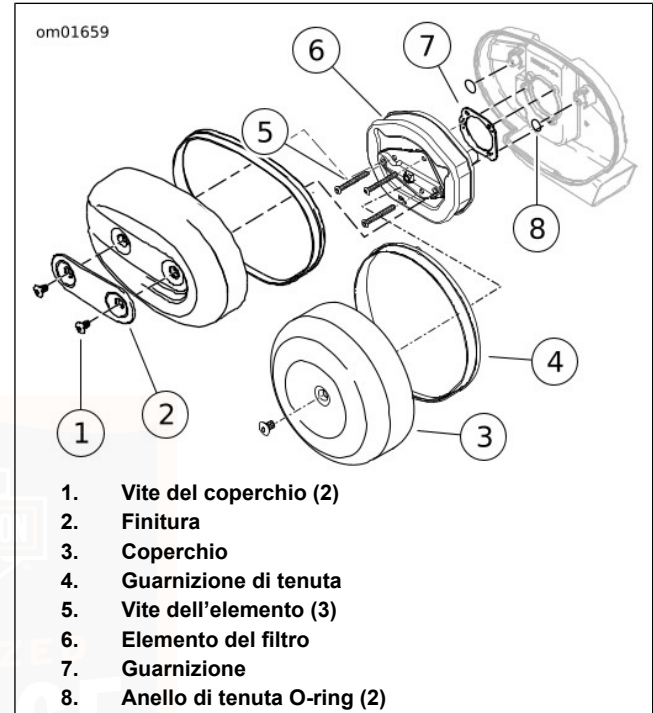

Figura 53. Filtro dell'aria
1. Vedere Figura 53. Rimuovere la/e vite/i del coperchio, la finitura (tranne nel modello XL 1200V) ed il coperchio del filtro dell'aria.